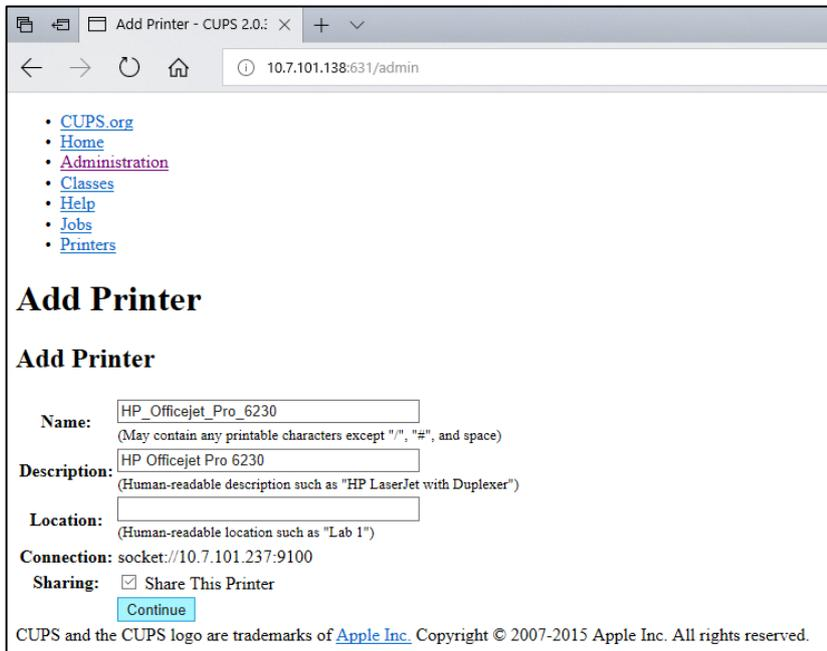

Figura 102. Pantalla "Add printer" (Añadir impresora).
5. Seleccione Share this printer (Compartir esta impresora) y pulse Continue (Continuar; figura 102).